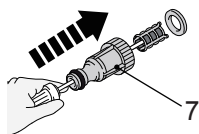

Fig. 40
1. Retire el racor de entrada para manguera de agua (7) de la toma de agua (5) de la máquina.
2. Utilice unos alicates o pinzas adecuadas para desarmar el racor de entrada para la manguera de agua (7) (Fig. 40).